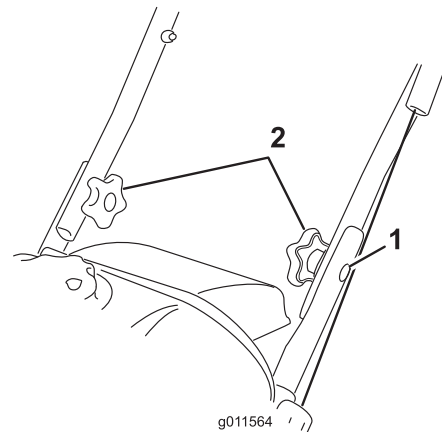

Figura 4
2. Inserite i bulloni a testa ovale nei fori allineati, con le teste sulla parte esterna della stegola (Figura 4).
1. Bullone a testa ovale (2)
3. Montate le rondelle curve e le manopole della stegola sui bulloni a testa ovale, sulla parte interna della stegola (Figura 4) e **serrate saldamente le manopole**.